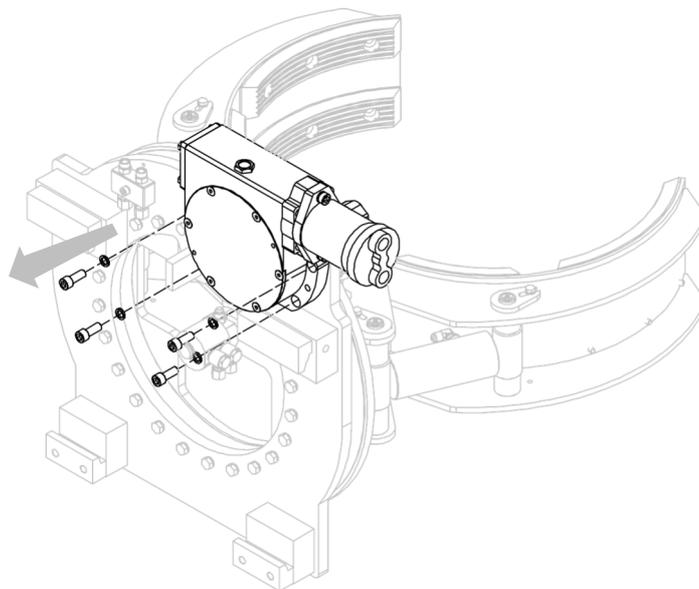

Figure 27
3. Retirer le couple réducteur-moteur de la structure de l'équipement, après avoir enlevé les vis et les rondelles élastiques qui les maintiennent (voir *Figure 27*).